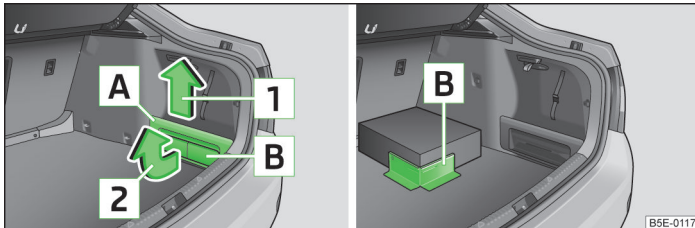

Fig. 78 Portbagajul: Compartiment de depozitare / exemplu de fixare a unui bagaj cu ajutorul elementului Cargo
► Scoateți capacul compartimentului de depozitare **1** în sensul săgeții » fig. 78.
► Scoateți elementul Cargo (o parte a capacului compartimentului de depozitare) **2** » fig. 78 și fixați-l cu scaiul pe mocheta portbagajului.